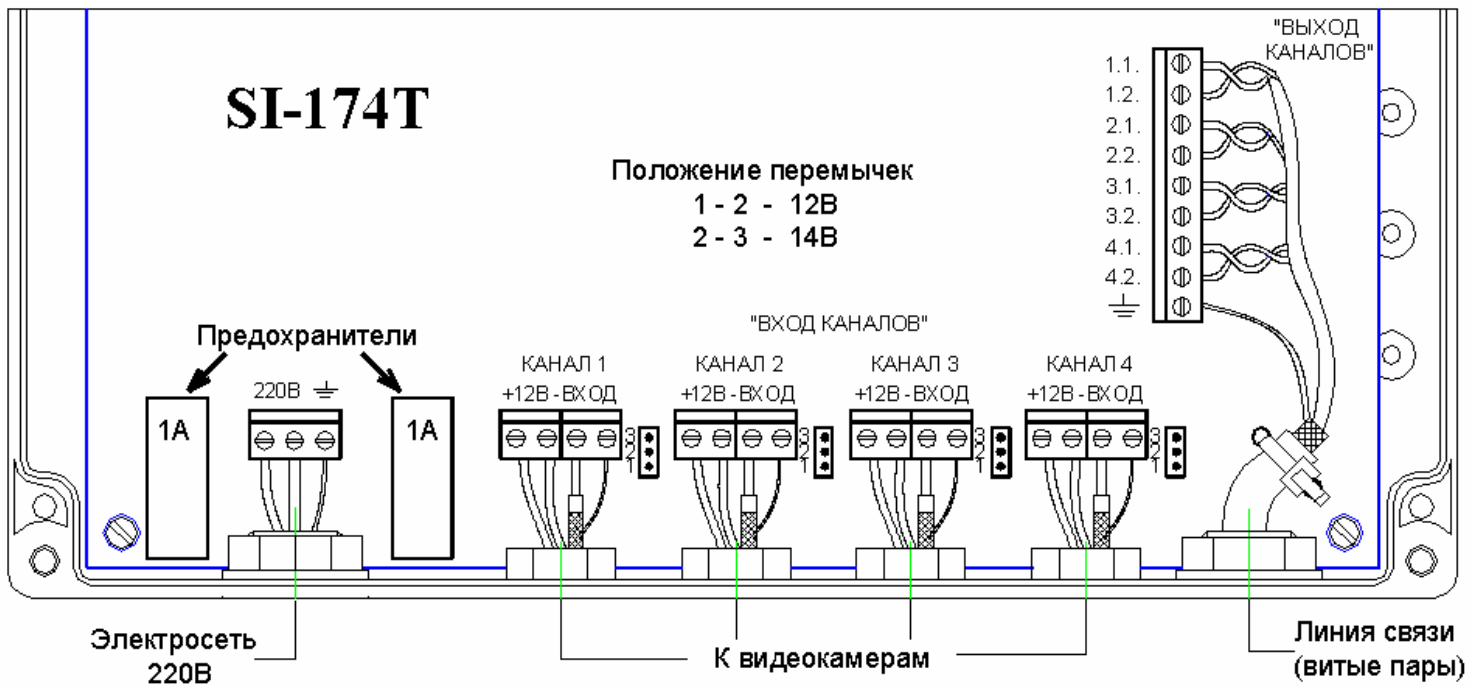

Рис. 1
4.1. Схема подключения линий связи и электропитания к передатчику приведена на рис.1. Для эффективной работы схемы защиты от грозовых разрядов по цепям питания и видеосигнала передатчик должен быть заземлен с помощью клемм обозначенных  на рис.1. Не допускается использование витой пары для передачи электропитания 220В/50Гц. Витая пара, проложенная вне помещения, должна быть экранирована. Рекомендуем использовать экранированный телефонный кабель ТПП ЭП или экранированную витую пару КВПЭФ. Экран кабеля должен быть заземлен. Прибор заземляется с помощью «земляной» жилы кабеля подключения к электросети. Заземление экранирующей оплётки линии связи производится её соединением с клеммой  через схему прибора. Оплётка кабеля подключения видеокамеры не заземляется. Основные параметры рекомендуемых витых пар и ориентировочные значения дистанции передачи изображения приведены в Таблице 1.